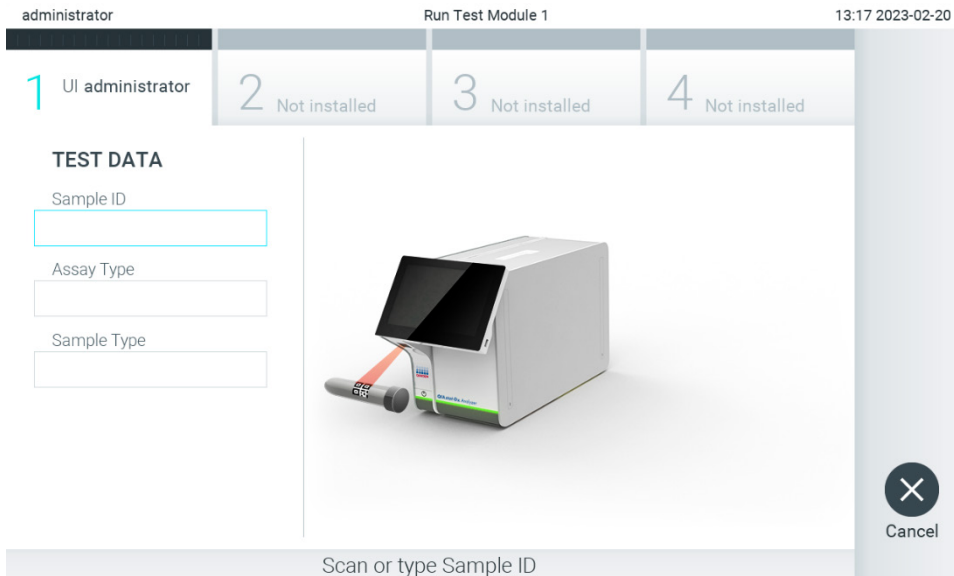

Figura 85. Scanarea codului de bare cu ID-ul probei.
2. Atunci când vi se solicită acest lucru, scanați codul de bare pentru ID-ul probei, folosind cititorul de coduri de bare integrat în modulul operațional (Figura 85).